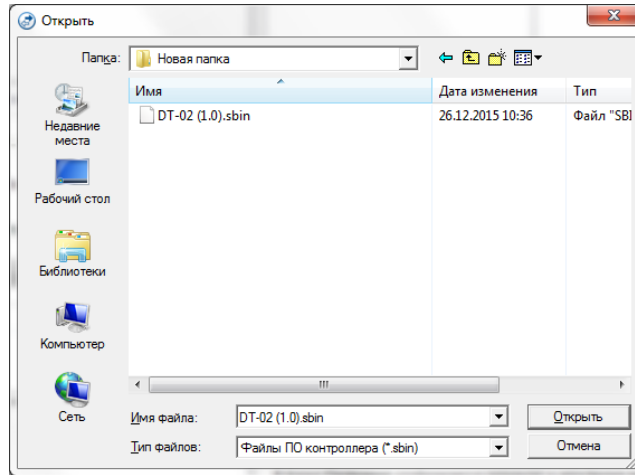

Рис. 60 Выбор файла прошивки
- ✓ Для выбора файла прошивки нажмите кнопку  и в открывшемся окне *Открыть* выберите папку, имя файла и нажмите кнопку *Открыть* (рис. 60);
- ✓ Для выбора файла прошивки нажмите кнопку  и в открывшемся окне *Открыть* выберите папку, имя файла и нажмите кнопку Открыть (Рис. 60).
- ✓ Для выбора файла прошивки нажмите кнопку  и в открывшемся окне *Открыть* выберите папку, имя файла и нажмите кнопку *Открыть* (Рис. 60).